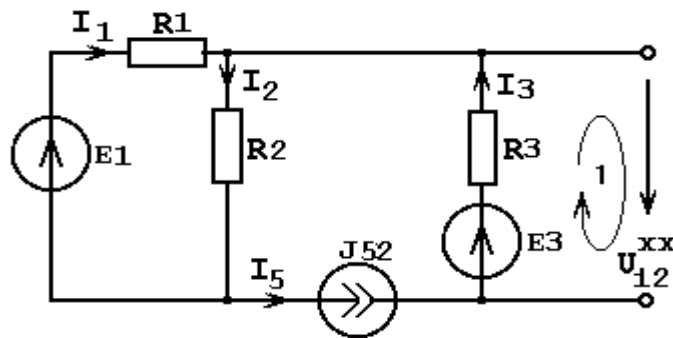
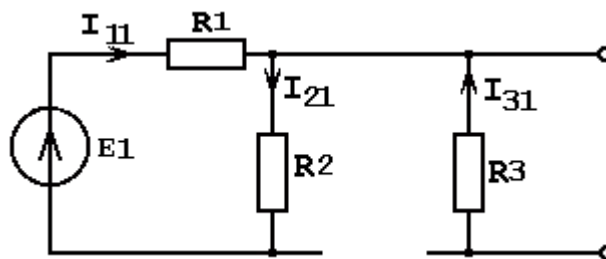
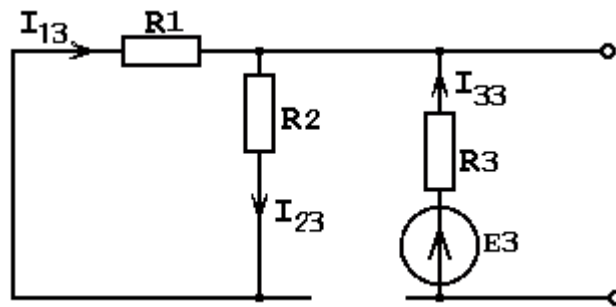
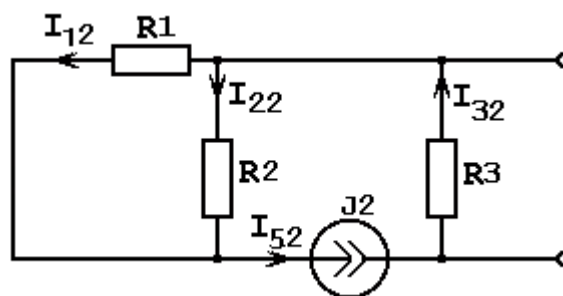

Рисунок 1.66
Рисунок 1.67
Рисунок 1.68
Рисунок 1.69
2.2. Находим $E_3 = U_{12}^{xx}$. Схема для расчета E_3 представлена на (рисунок 1.66)
2.2.1. Указываем условно положительные направления токов и напряжений в схеме (рисунок 1.66).
2.2.2. Для контура 1 (Рисунок 1.66) в соответствии со вторым законом Кирхгофа можно записать $U_{12}^{xx} + I_3 R_3 = E_3$. Отсюда $U_{12}^{xx} = E_3 - I_3 R_3$.
2.2.3.1. Из схемы (рисунок 1.66) исключаем E_3 и J_2 и находим ток в R_3 (рисунок 1.67)
2.2.3.2. Из схемы (Рисунок 1.66) исключаем E_1 и J_2 и находим ток в R_3 (рисунок 1.68).
2.2.3.3. Из схемы (рисунок 1.66) исключаем E_1 и E_2 и находим ток в R_3 (рисунок 1.69).